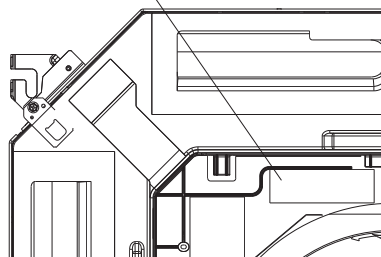

Fig. 2-8
2.7. Etiqueta en francés (Fig. 2-8)